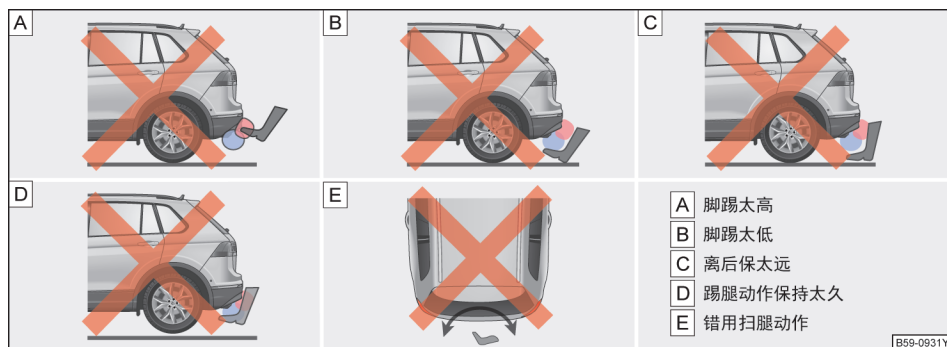

图 66 脚踢激活感应式行李厢盖开启的错误动作示范
- 2、脚踢太高、太低或是离后保太远→图 66 A、B、C
- 3、踢腿动作在后保下保持太久（超过 1 秒）→图 66 D
- 4、使用错误的踢腿动作（比如：来回扫腿）→图 66 E